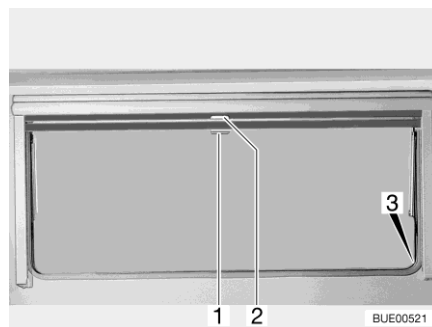

Bild 104 Ausstellfenster
- Verdunklungsrollo am Griff (Bild 104,2) nach unten ziehen. Wenn das Verdunklungsrollo ganz geschlossen wird, das Verdunklungsrollo auf beiden Seiten am Fensterrahmen in die Arretierung (Bild 104,3) einhängen.
- Wenn das Verdunklungsrollo vollständig geschlossen ist: Den Griff (Bild 104,2) nach unten drücken und den Griff dabei leicht nach innen ziehen. Das Verdunklungsrollo aus den Arretierungen links und rechts am Fensterrahmen aushängen.
- Wenn sich das Verdunklungsrollo in Zwischenposition befindet: Den Griff (Bild 104,2) leicht nach unten ziehen, bis sich die Arretierung gelöst hat.
- Insektenschutzrollo am Griff (Bild 104,1) nach unten ziehen und auf beiden Seiten am Fensterrahmen in die Arretierung (Bild 104,3) einhängen.
- Griff (Bild 104,1) nach unten drücken und den Griff dabei leicht nach innen ziehen. Das Insektenschutzrollo aus den Arretierungen links und rechts am Fensterrahmen aushängen.